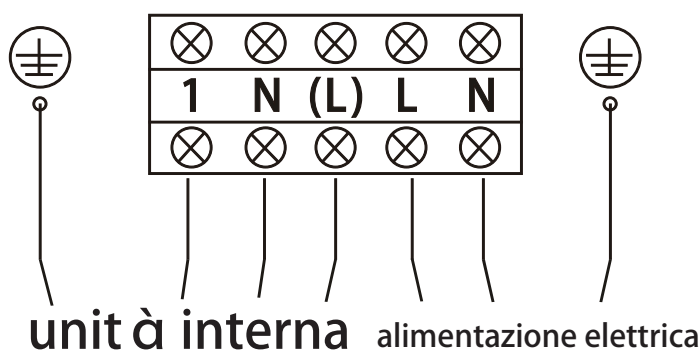

Figura 21
- g. Collegare il cavo di collegamento alla morsettiere vedi figura 21. Collegare i cavi in modo che la posizione dei fili sia uguale all'allacciamento dei cavi nella parte interna (le lettere L N S e il cavo di messa a terra).